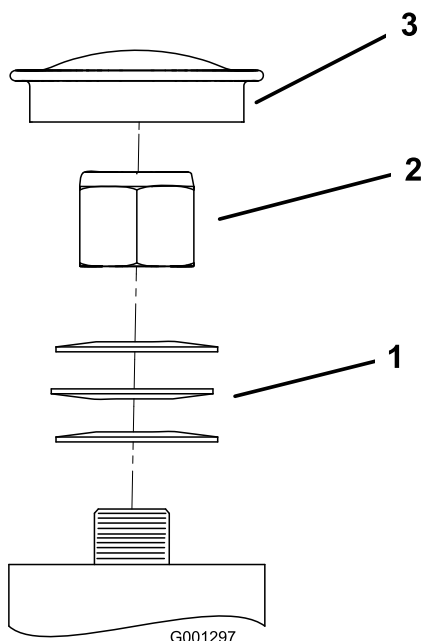

Figure 50
3. Retirez le capuchon anti-poussière de la roue pivotante et serrez le contre-écrou (Figure 50).
4. Continuez de le serrer jusqu'à ce que les rondelles élastiques soient aplaties, puis desserrez-le de 1/4 de tour pour obtenir la précharge correcte des roulements (Figure 50).
Important: Veillez à placer les rondelles comme illustré (Figure 50).
5. Remettez le capuchon anti-poussière en place (Figure 50).